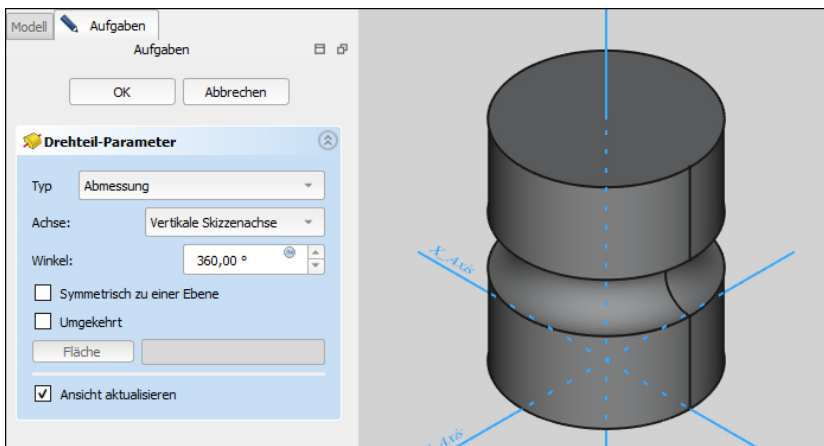

Abbildung 5.23: Eine Nut erstellen
2. Klicken Sie dann auf das Werkzeug *Nut*, stellen Sie die Parameter ein und schon ist die Nut fertig (siehe Abbildung 5.23). Eine Musterlösung wäre sicher nicht erforderlich, aber der Vollständigkeit halber befindet sie sich in der Datei Lösung-05-09.FCStd.